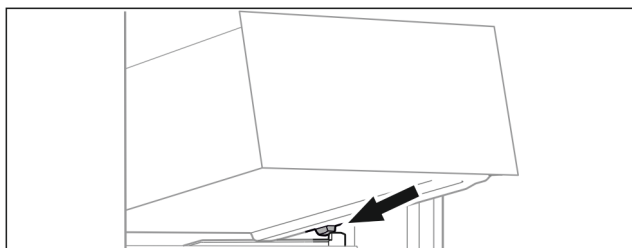

Fig. 72
- Nasadte zásuvku šikmo za zářezky na žebrovaní na nádoby. (viz Fig. 72)